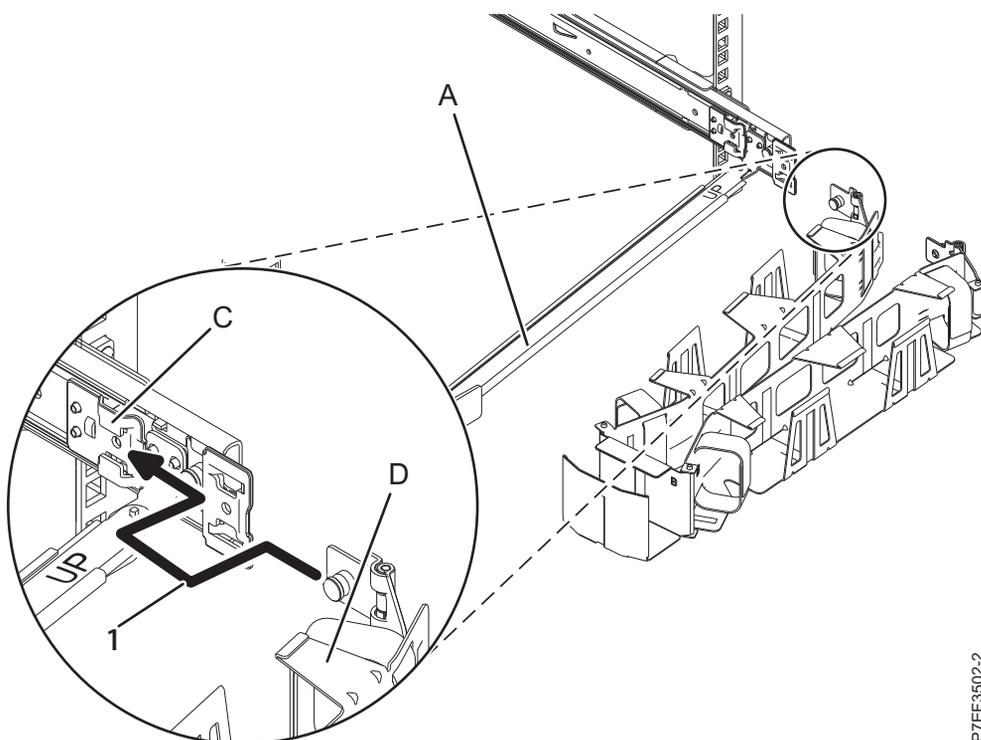
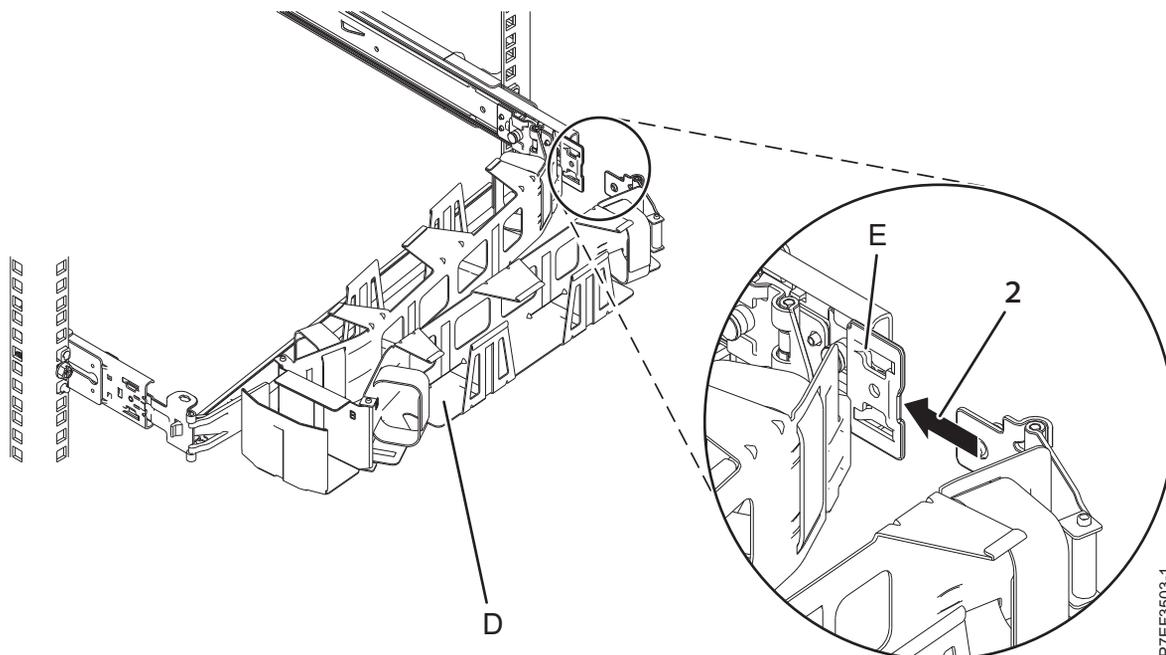

Figura 15. Deslizando a guia do suporte para organização de cabos no slot de suporte de montagem
Figura 16. Deslizando a outra guia do suporte para organização de cabos no suporte de extensão
7. Posicione o suporte para organização de cabos (D) no braço de suporte (A). Deslize a primeira aba do suporte para organização de cabos no slot no suporte de montagem (C). Empurre a presilha até que a trava com mola se encaixe no lugar. Deslize a outra guia do suporte para organização de cabos no suporte de extensão (E) no lado externo do trilho deslizante direito (2). Empurre a aba até que a trava com mola se encaixe no lugar. Para obter detalhes, consulte Figura 15 e Figura 16 na página 11.